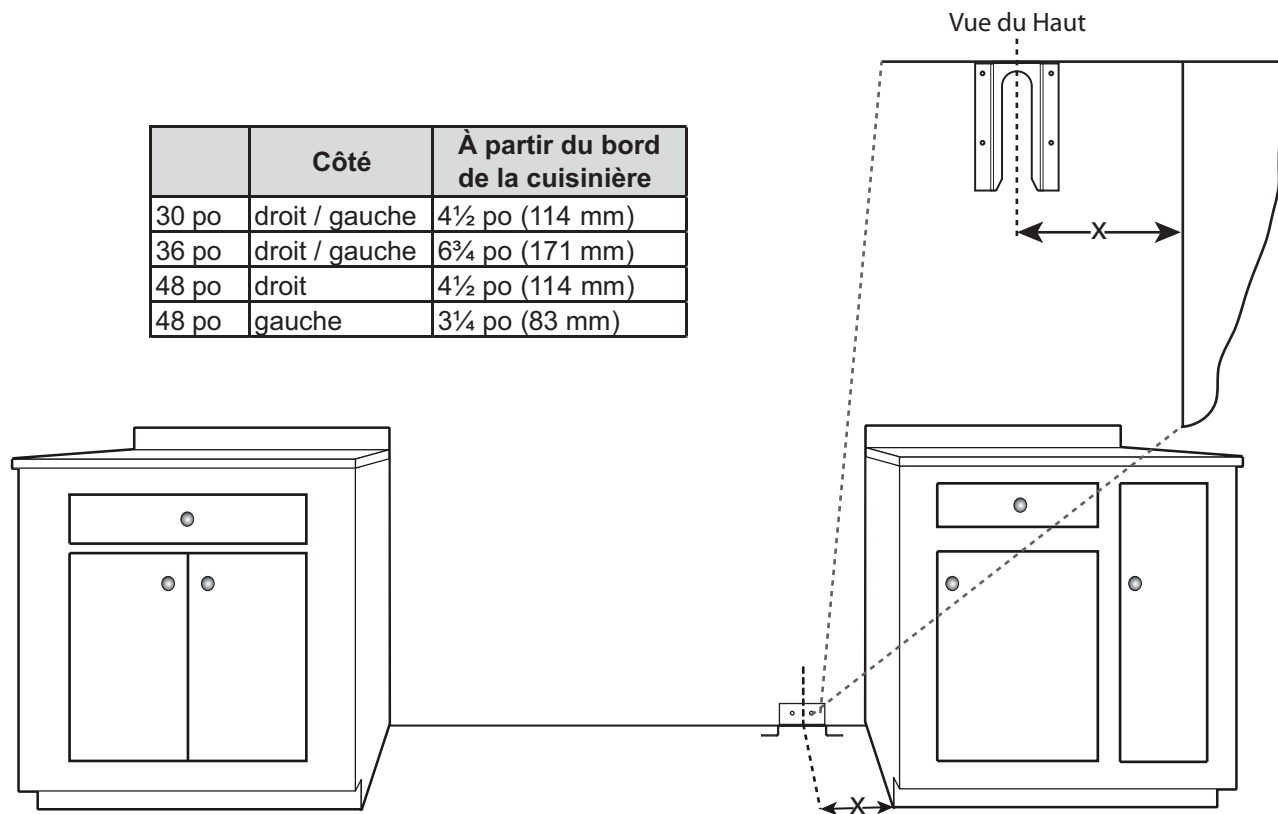

Figure 8 : Mise en place de la patte antibascule
1. Placez la patte sur l'emplacement comme indiqué à la Figure 8.
2. Fixez-la au sol et au montant du mur à l'aide des quatre (4) vis cruciformes de 1,5 po (38 mm) fournies.